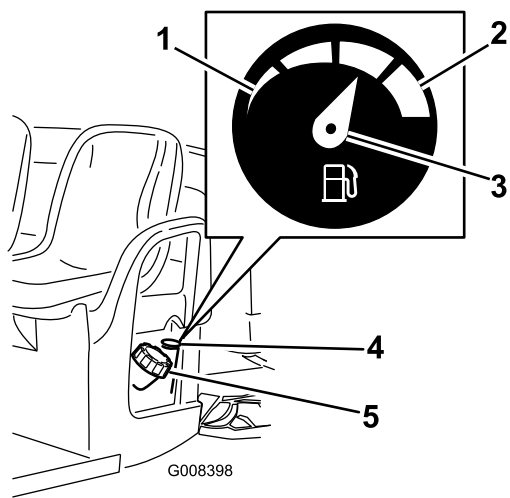

Рисунок 21
2. Очистите поверхность вокруг крышки топливного бака (Рисунок 21).